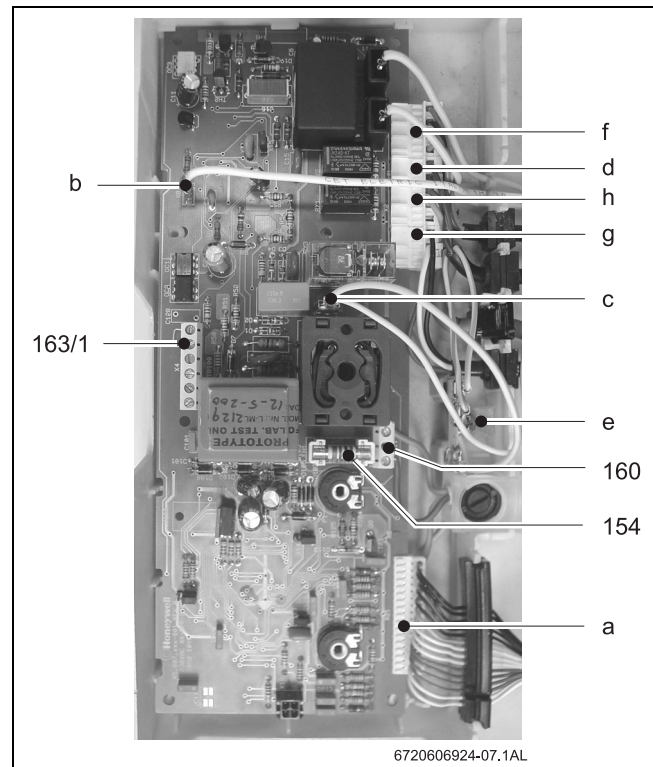

Рис. 11
- ▶ Видалити міст 1–4 (Рис. 11, поз. 163/1).